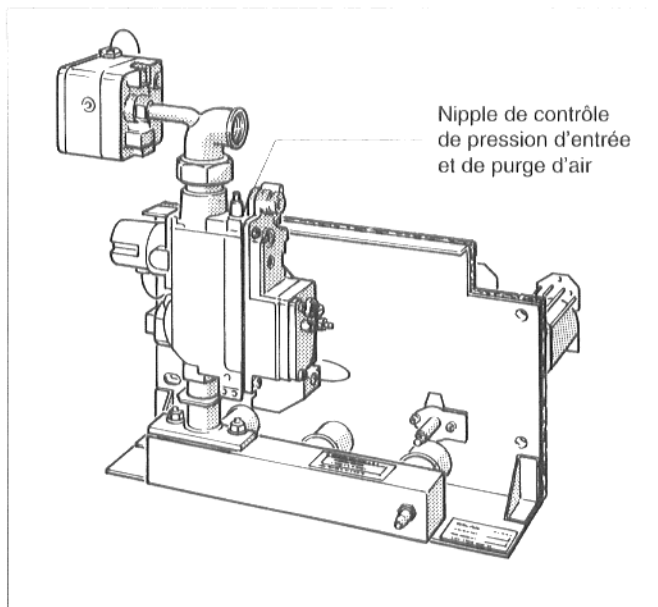

Fig. 19
- Purger l'air de la conduite de gaz : dévisser légèrement la vis de fermeture du nippel de contrôle de la pression d'entrée et de purge d'air de la rampe à gaz (fig. 19). Quand tout l'air est sorti, revisser la vis de fermeture du nippel de contrôle.